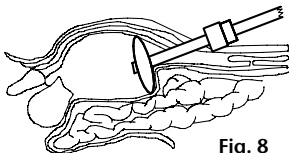

Fig. 8
5. A continuación, retraiga ligeramente el instrumento al completo, de modo que el balón descanse fijamente en el interior alrededor del orificio de acceso. En esta posición, desbloquee el fijador con ayuda de la palanca de bloqueo, empujelo de forma distal hasta la piel y vuelva a bloquearlo con ayuda de la palanca de bloqueo en la posición final (fig. 8).